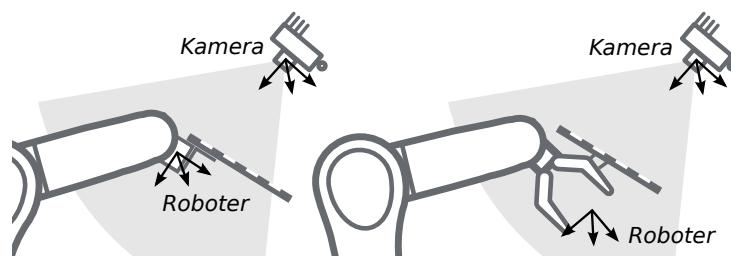

Abb. 6.18: Alternative Montageoptionen für die Befestigung des Kalibriermusters am Roboter
6.17 und Abb. 6.18 angegeben, angebracht werden.
Bemerkung: Für das Modul zur Hand-Auge-Kalibrierung spielt es keine Rolle, wie das Kalibriermuster in Bezug auf das benutzerdefinierte Roboter-Koordinatensystem genau angebracht und positioniert wird. Das bedeutet, dass die relative Positionierung des Kalibermusters zu diesem Koordinatensystem weder bekannt sein muss, noch für die Kalibrierroutine relevant ist (siehe in Abb. 6.18).